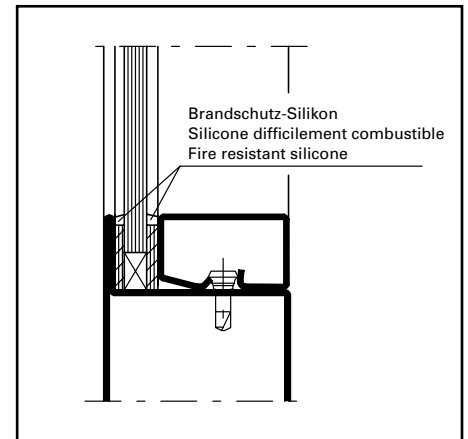

Abb. 16 / Fig. 16 / Fig. 16
3. Dichtungsband auf Glasleisten kleben und Glasleisten aufklipsen (Abb. 16)
4. Abdichtung der Glasfugen innen und aussen mit Brandschutz-Silikon (Abb. 16)
3. Coller la bande d'étanchéité sur les parcloles et clipser les parcloles (fig. 16)
4. Etanchéité des joints du verre intérieur et extérieur réalisée avec silicone difficilement combustible (fig. 16)
3. Stick the distance strip to the glazing bead and clip the glazing bead in place (fig. 16)
4. Seal the glazing joints inside and outside with fire-resistant silicone (fig. 16)